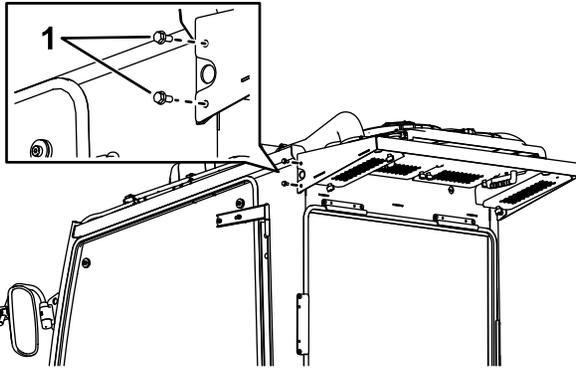

Figura 4
4. Rimuovete le 2 viti dietro lo sportello sinistro della cabina, come illustrato nella Figura 4.